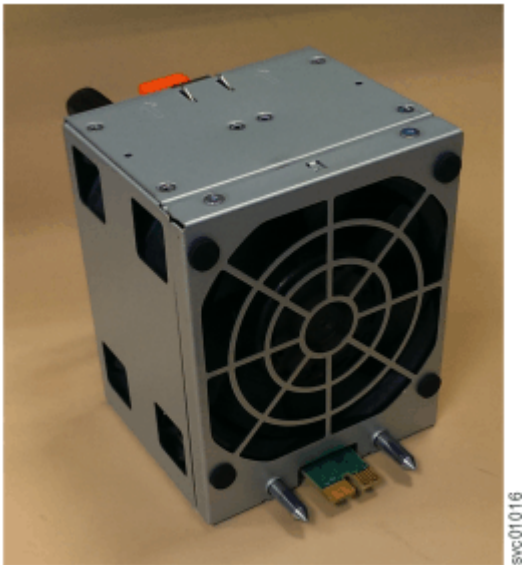

图 101. 风扇模块方向
1. 使用顶部的松开卡口和底部的插销来固定风扇模块，如第 78 页的图 101 中所示。